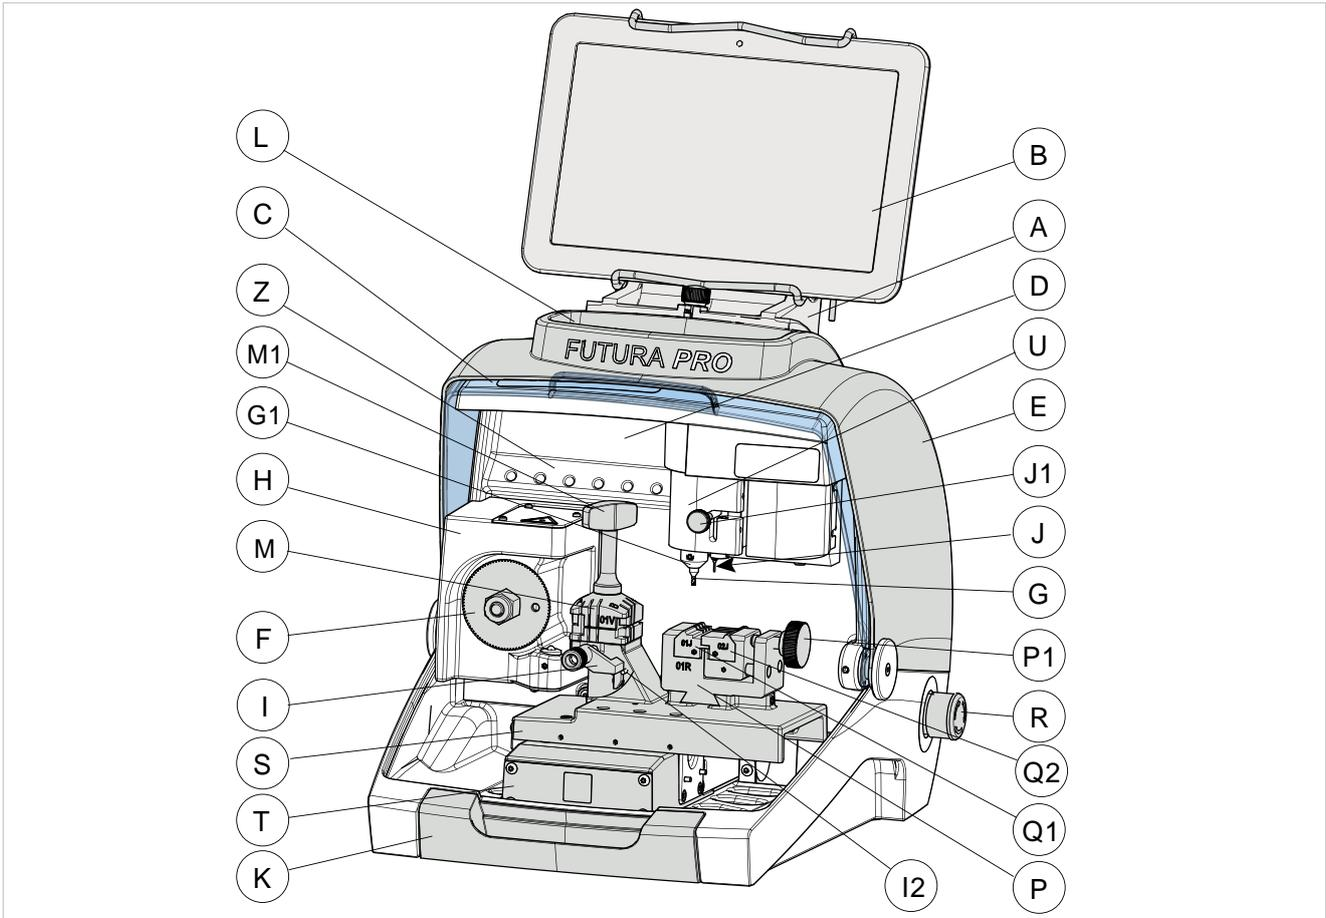

Fig. 5
Es posible intervenir en la máquina utilizando el botón de emergencia rojo (R) (Fig. 5), colocado en el lado derecho. Éste permite parar inmediatamente la máquina en caso de un repentino y grave malfuncionamiento o en caso de peligro para el operador.